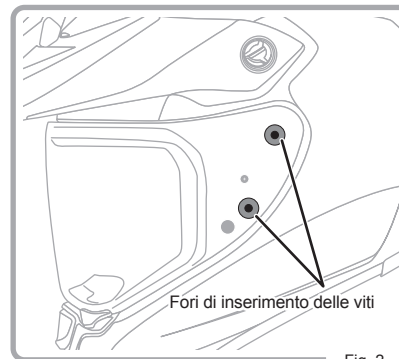

Fig. 2
2. Allineare i fori del meccanismo della visiera con quelli del casco. (Fig. 2)